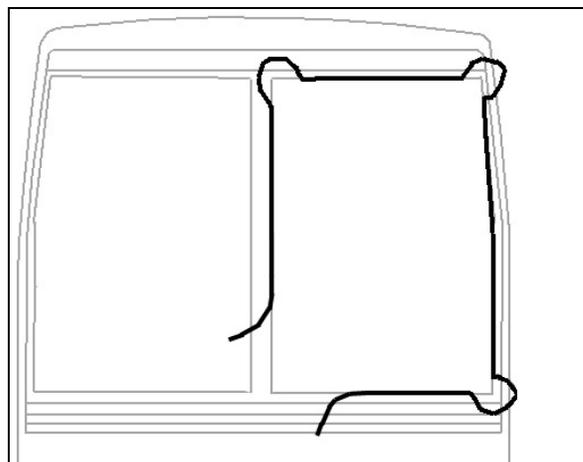

FIGURE 23 : INSTALLATION DU PARE-BRISÉ À L'AIDE D'UNE CORDE
- Insérer une corde dans la pièce extrudée en laissant assez de longueur à chaque extrémité pour faire une boucle. Vaporiser de l'eau savonneuse sur la corde et la pièce extrudée en caoutchouc (Figure 23).